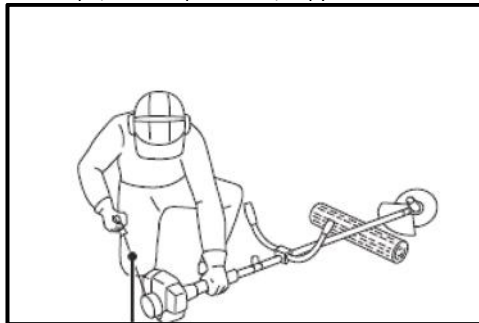

Рис. 21
- Якщо Ви тягнете (приблизно 50-70 см) за рукоятку (1) шнура стартера і відчуваєте опір, але шнур продовжує витягатися – стартер справний (Рис. 21). Якщо Ви не відчуваєте опору або якщо шнур стартера взагалі не витягається – стартер не справний. Зверніться до спеціалізованого дилера, або офіційного сервісного центру.